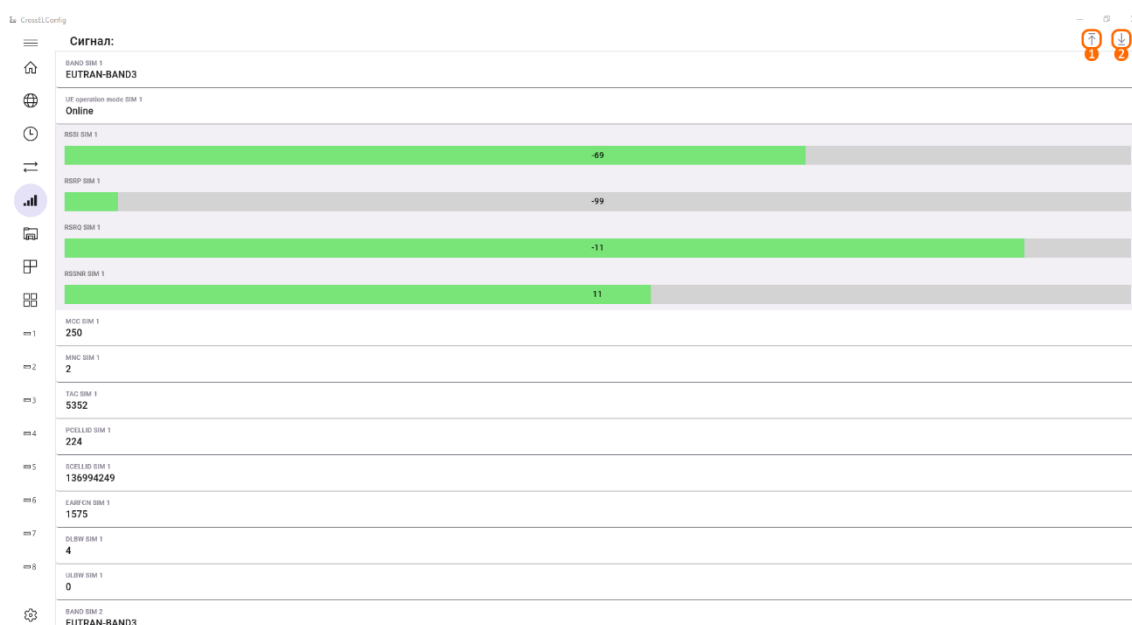

Рисунок 8 – Вкладка «Сигнал»
Вкладка позволяет просмотреть параметры сотового оператора основной и резервной SIM-карт (рис. 8). На данной вкладке имеются следующие параметры:
- Кнопка записи параметров (рис. 8, элемент 1) позволяет записать параметры сотовых операторов SIM-карт;
- Кнопка чтения параметров (рис. 8, элемент 2) позволяет считать параметры сотовых операторов SIM-карт.